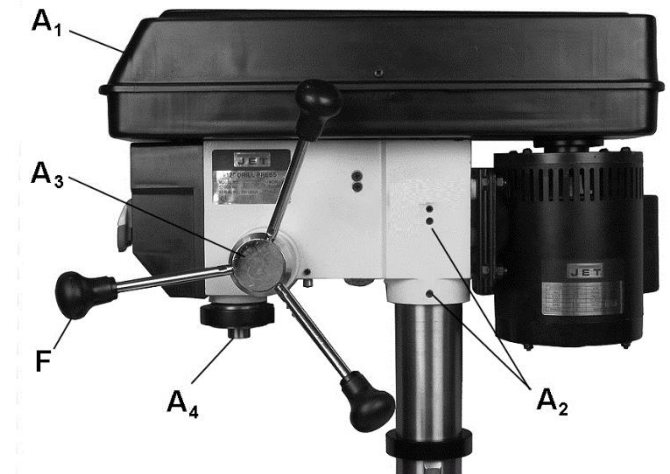

Рис. 7
1. Воспользовавшись помощью, осторожно наденьте сверлильную бабку на колонну (Рис. 7).
3. Плотно затяните два установочных винта (A₂, Рис. 7) с помощью 5 мм гаечного ключа.
См. Рис. 7 и 8:
Установите оставшуюся рукоятку (F, Рис. 7) на регулятор частоты вращения с противоположной стороны сверлильной бабки.
1. Отрегулируйте положение стола так, чтобы он располагался примерно на 180 мм ниже шпинделя (A₄, Рис. 7) и зафиксируйте его.